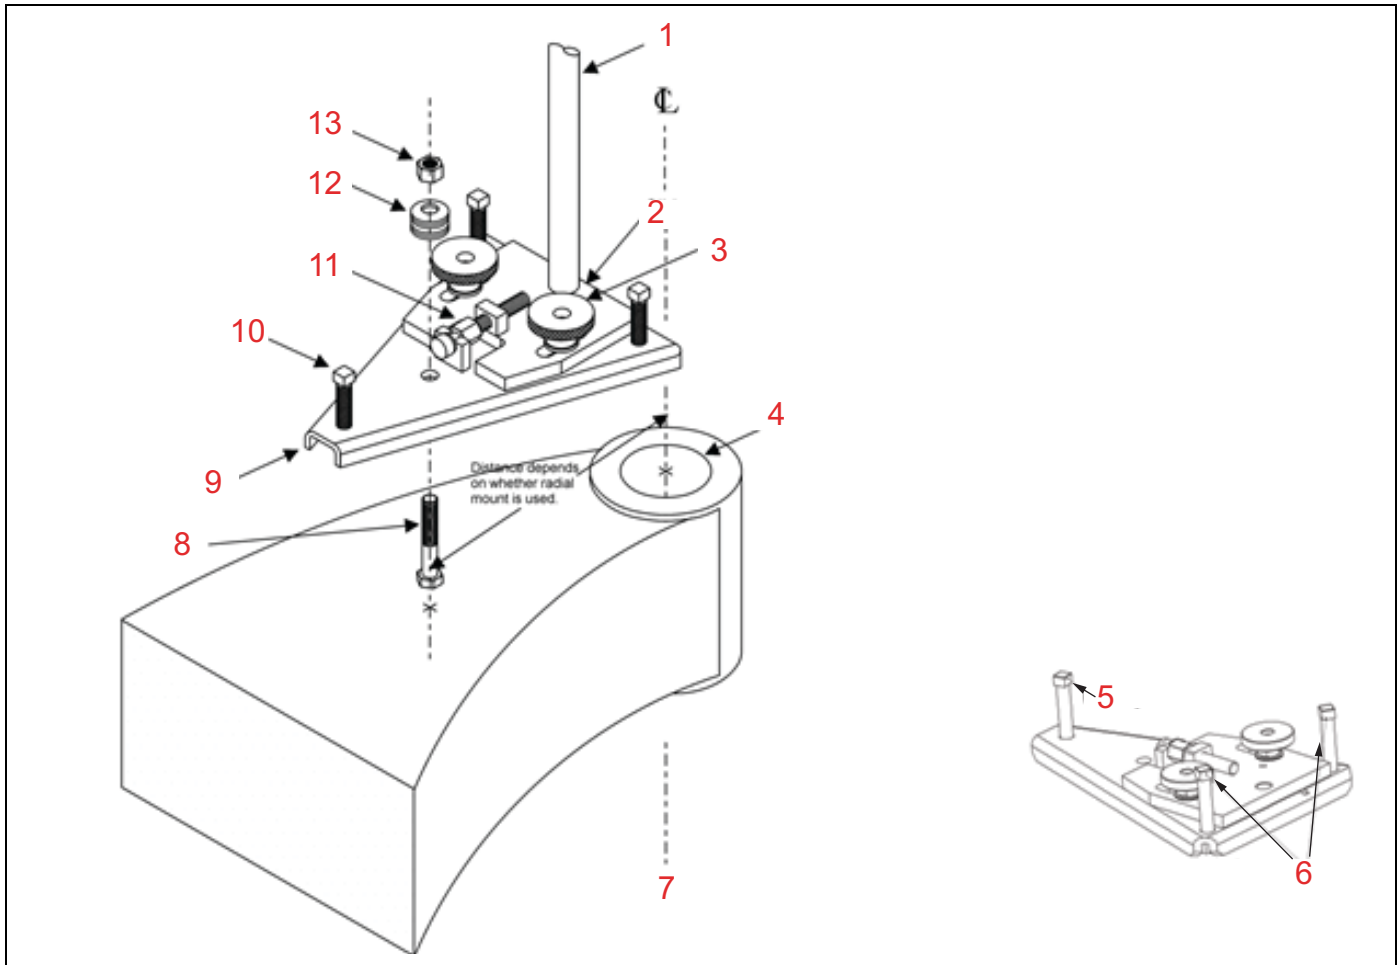

FIGURA 3-1. BASE AJUSTABLE Y HARDWARE DE MONTAJE
2. Coloque la placa de la base ajustable sobre el perno de montaje, como se muestra en la Figura 3-1 en la página 41.